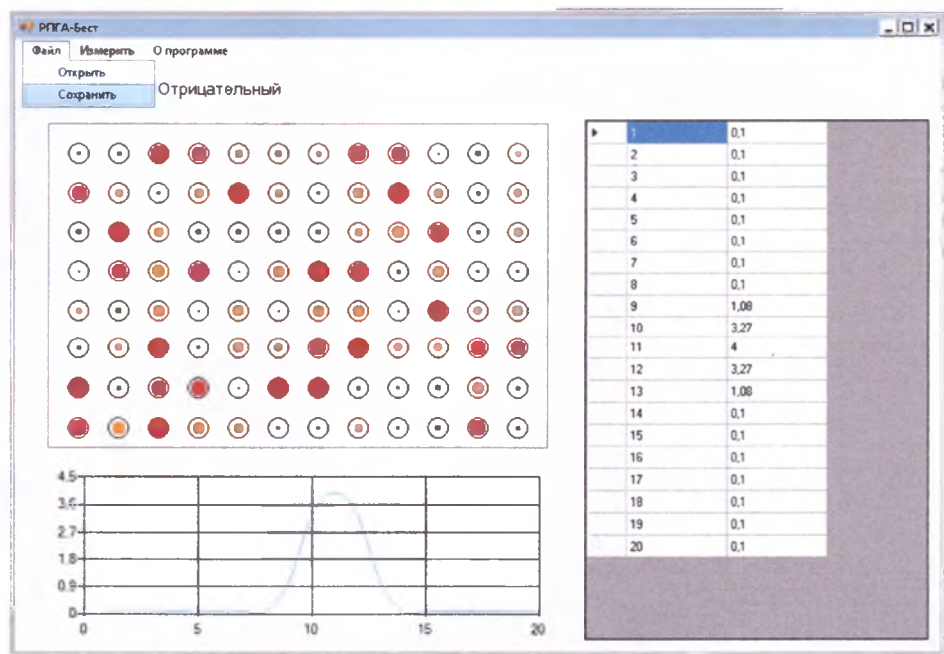

Рисунок 20
6.13.4 Закончив измерение, тест следует сохранить, нажав на «Сохранить». Тест будет сохранен в базе данных программы. При этом можно изменить наименование сохраняемого файла и выбрать папку для его хранения. (см. рисунок 20).